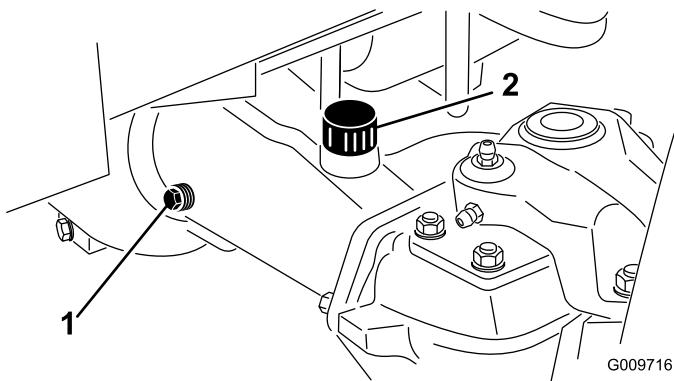

Figure 44
- Enlevez un bouchon de contrôle à une extrémité du pont arrière (Figure 44) et vérifiez que le lubrifiant atteint la base de l'orifice. Si le niveau est bas, enlevez
le bouchon de remplissage (Figure 44) et ajoutez suffisamment de lubrifiant pour rectifier le niveau.